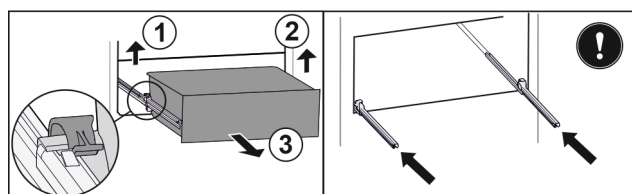

Fig. 117
- Løft den venstre klemme, og træk samtidigt skuffen i venstre side fremad. Fig. 117 (1)
- Løft den højre klemme, og træk samtidigt skuffen i højre side fremad. Fig. 117 (2)
- Tag skuffen ud fremefter. Fig. 117 (3)